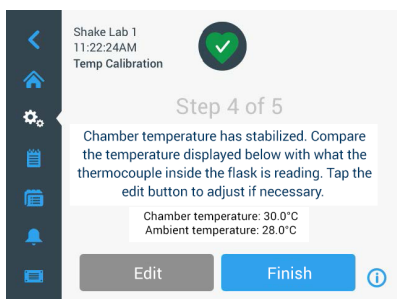

图 116: 校准: 腔室成功稳定至校准温度
稳定状态由消息**腔内温度已稳定**指示，如下面的图 116 所示。
- » 在显示图 116 所示的屏幕时，请定期比较热电偶的温度读数。如果您认为温度稳定，则可以点按**编辑**按钮进行更正，或点按**完成**按钮完成校准过程。